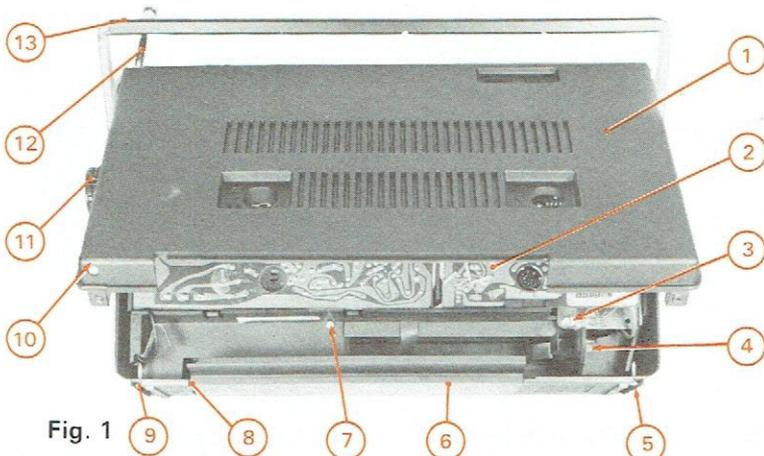

Fig. 1
### A – ACCES AUX CIRCUITS IMPRIMES (Fig. 1)
- 1° - Enlever par traction le bouton de recherche des stations (11).
- 2° - Mettre l'appareil à plat sur sa façade (Fig. 1).
- 3° - Retirer la trappe à piles (6) en agissant sur le verrou (8).
- 4° - Enlever les vis (5) et (9).
- 5° - Soulever le fond arrière (1)
- 6° - Libérer la cosse enfichable (10) de l'antenne télescopique (12).
- 7° - Retirer le fond arrière (1).
### B – ACCES A LA PLATINE ENREGISTREUR-LECTEUR COTE COMPOSANTS ET A LA PARTIE MECANIQUE DE L'ENREGISTREUR-LECTEUR (Fig. 1)
### C – DEPOSE DU COFFRET - ACCES AUX TETES D'ENREGISTREMENT-LECTURE ET D'EFFACEMENT ET AU CORDONNET D'ENTRAINEMENT DU CV (Fig. 1 et 2)